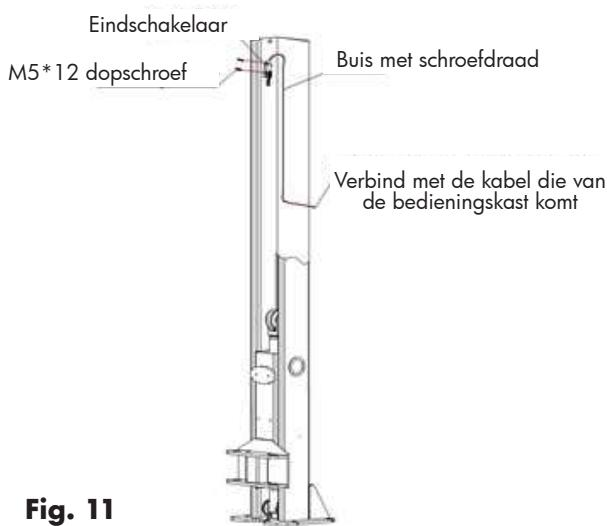

Fig. 11
2. Bevestig de eindschakelaar op de kolom met de voedingseenheid (fig. 11). De foto E op pagina 45 toont de schroeven die gebruikt moeten worden.
11. Monteer de hefarmen (**fig. 11**).